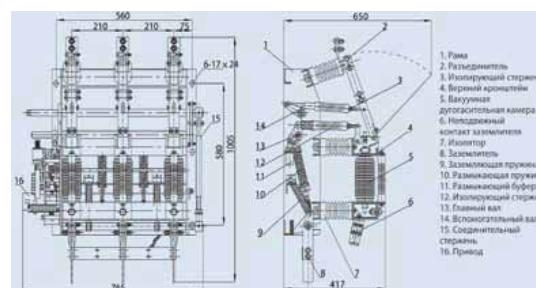

Рис. 6.1 Схема вакуумного выключателя ZN -12(D)/T 630-20
6. Внешний вид и размеры (см. рис. 6.1)